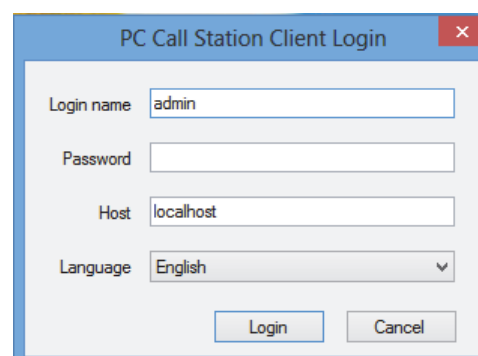

figure 62.1: PC Call Station Client - Connexion
- 2 Cliquez sur *PC Call Station Client*. Un écran semblable à celui illustré à la figure 62.1 s'affiche.